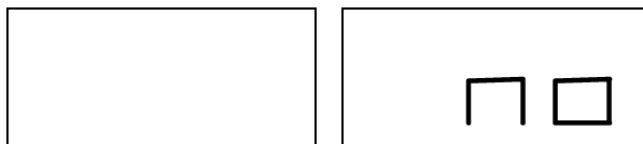

Рис. 6.2 - Программа Скрытых Грузиков невозможна или для выбранной позиции не допускается
8. Если выбранный угол больше 120° , на стенде отображается надпись, как на рис. 6.2, в течение одной секунды и будет издаваться трехкратный звуковой сигнал, это означает, что необходимо повторить процедуру в шаге 7 еще раз. Если угол меньше 120° , то стенд немедленно выведет значение внешнего грузика W2.